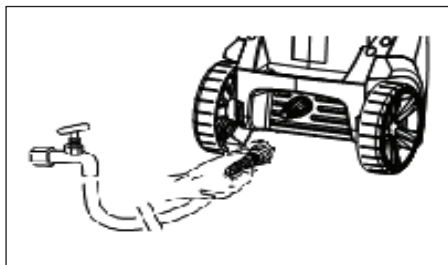

Figure 13 - Attachez le tuyau d'arrosage à l'unité (les modèles PW1625 et PW1825)
4. Attachez le tuyau d'arrosage à l'unité (voir les figures 13 et 15).
9. Attachez le tuyau d'arrosage à l'unité (voir les figures 13 et 15).